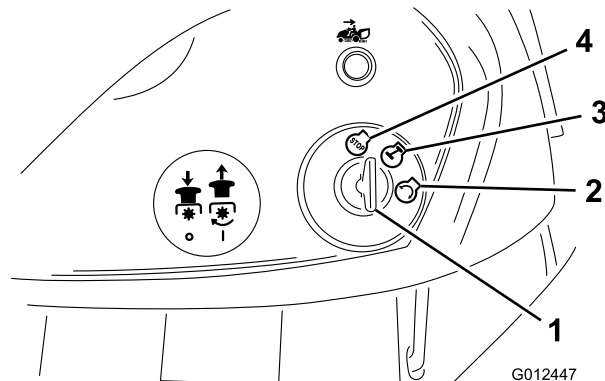

Figura 11
7. Girate la chiave di accensione in senso orario e tenetela in posizione Start (Figura 11).
2. Girate la chiave di accensione in posizione Off (Figura 11).